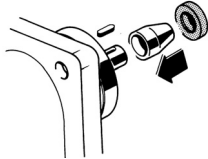

Рисунок 13.26 Монтажная втулка
- 4 Установите монтажную втулку на приводной вал (рисунок 13.26)